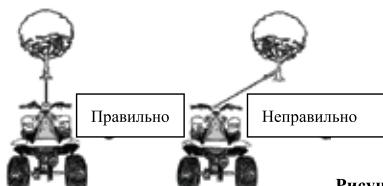

Рисунок 4
12. ИЗБЕГАТЬ ПРОДОЛЖИТЕЛЬНОЙ РАБОТЫ ПОД БОЛЬШИМ УГЛОМ НАКЛОНА, поскольку это приводит к смещению троса на одну сторону барабана (рис. 4). Результатом может стать заклинивание троса в лебедке с последующими повреждениями троса или лебедки.